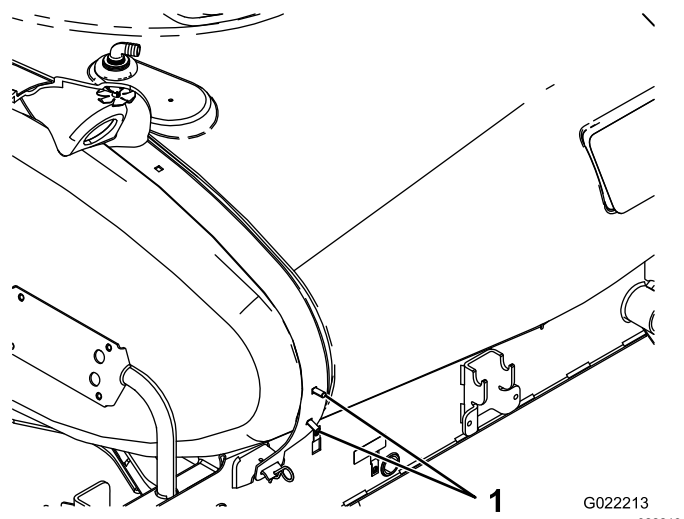

Figure 7
2. Placez 2 boulons de carrosserie dans les trous intérieurs inférieurs sur le côté droit de la sangle arrière du réservoir (Figure 7).